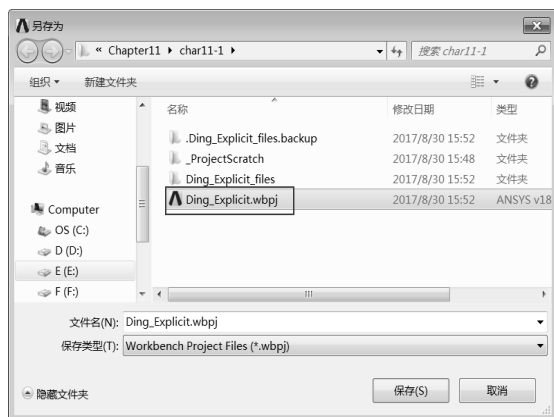

图 11-36 “另存为”对话框
Step2：如图 11-36 所示，在弹出的“另存为”对话框中输入文件名为 Ding_Explicit。